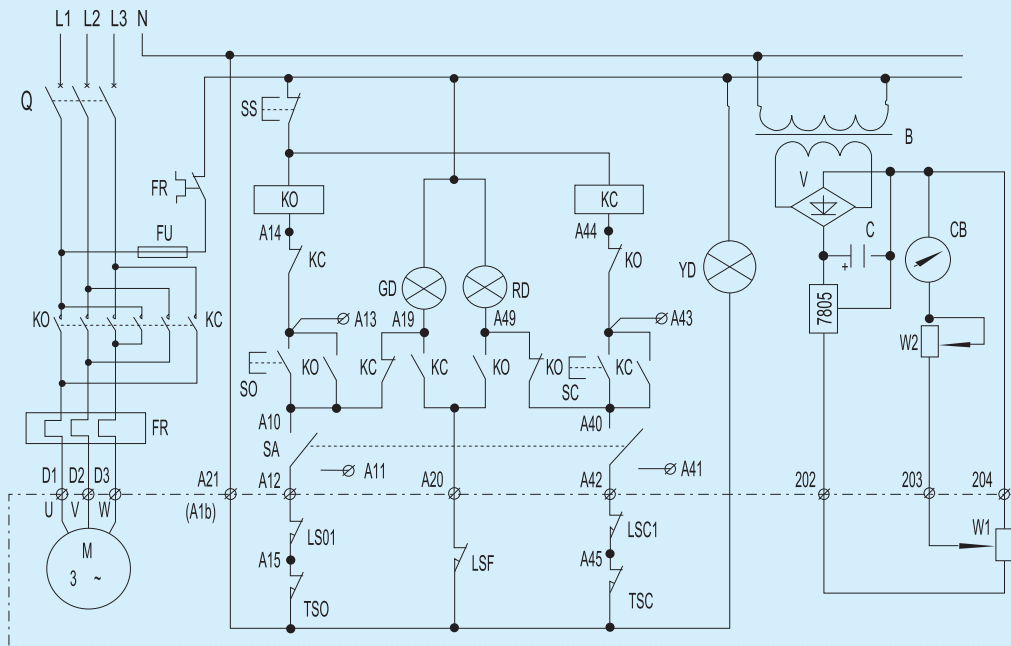

图11 常规型电气控制原理图
6.1 常规型电气原理图见图11（注：虚线框内元件在电动装置内）